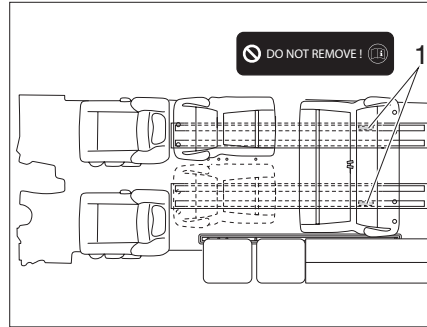

Fig. 5 Banco para dormir utilizado correctamente
Para limitar el recorrido de los asientos, hay una placa de limitación (Fig. 5, 1) montada en el riel integrado.
- ▶ Utilizar el banco de asiento únicamente en el área delantera frente a la placa de limitación (Fig. 5,1) del riel integrado. No se permite utilizar el banco de asiento en la zona trasera.
- ▶ No retire la placa de limitación (Fig. 5,1) (Do not remove!).